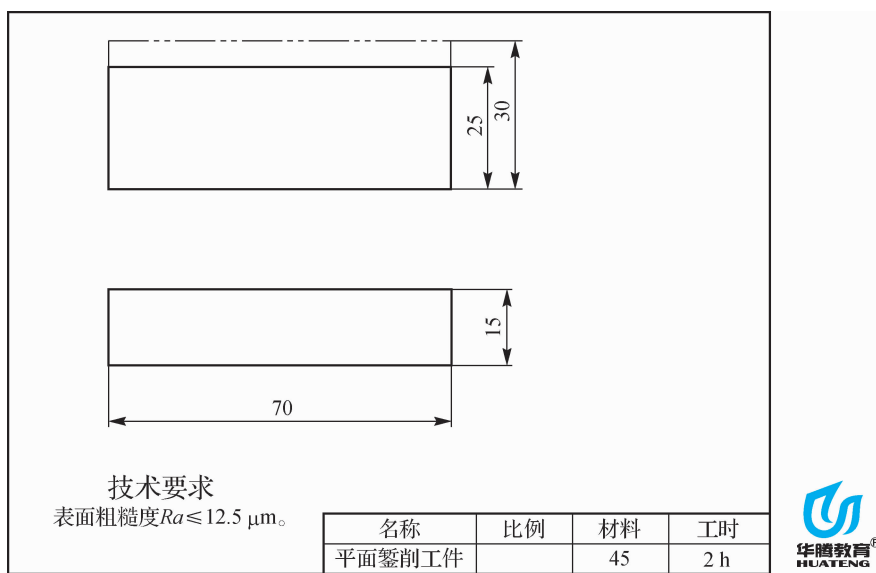

图 2-1 平面錾削工件
完成如图 2-1 所示工件的平面錾削加工。
- (4)錾削平面。按图 2-1 完成平面錾削。